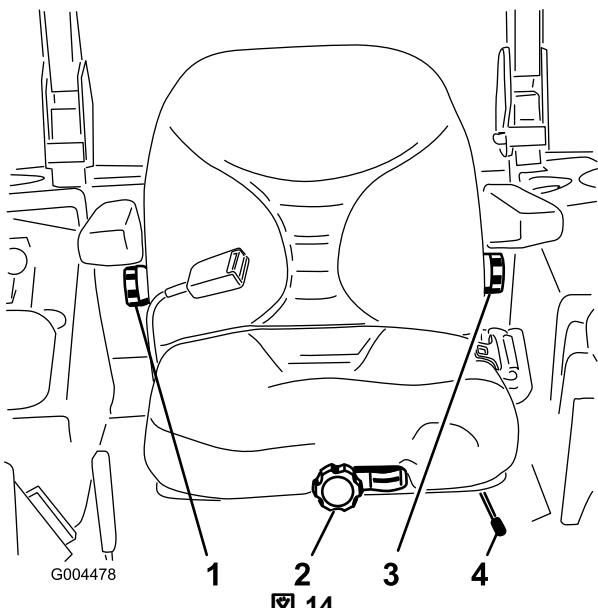

図 14
- 調整は、レバーを横に動かしてシートのロックを解除して行う(図14)。
運転席に座らずに、座席前部にあるノブを、オペレータの体重に合わせてセットします(図 14)。
調整は、右側アームレストの下にあるノブを回して行います(図 14)。
調整は、左側アームレストの下にあるノブを回して行います(図 14)。